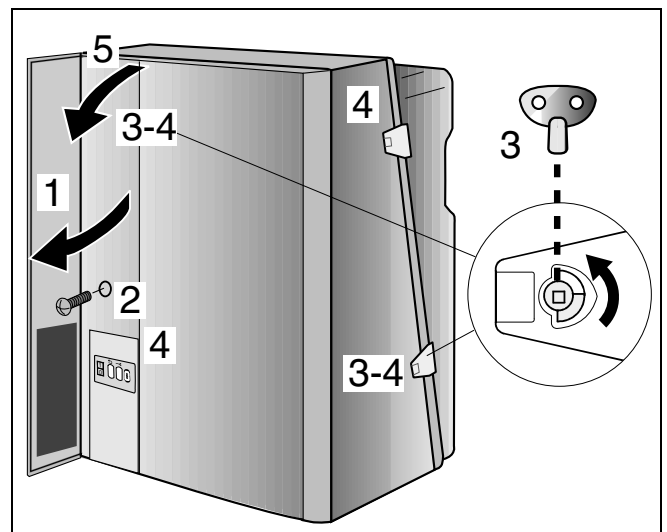

Abb. 2 Verkleidung abnehmen
- Abdeckung des Bedienfeldes öffnen (Abb. 2, Pos. 1).
- Schraube entfernen (Abb. 2, Pos. 2).
- Die beiden Bajonettverschlüsse mit einem Entlüftungsschlüssel eine viertel Umdrehung lösen (Abb. 2, Pos. 3).
- Schnappverschlüsse öffnen (Abb. 2, Pos. 4).
- Verkleidung nach vorn abnehmen (Abb. 2, Pos. 5).